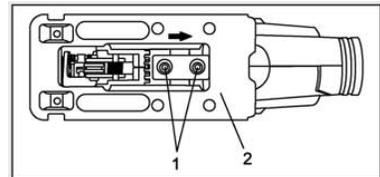

Fig. 4
- ✓ Capovolgere l'elettro utensile e allentare entrambe le viti della base (1) utilizzando l'apposita chiave di servizio finché la base (2) può essere ruotata liberamente (Fig. 4).